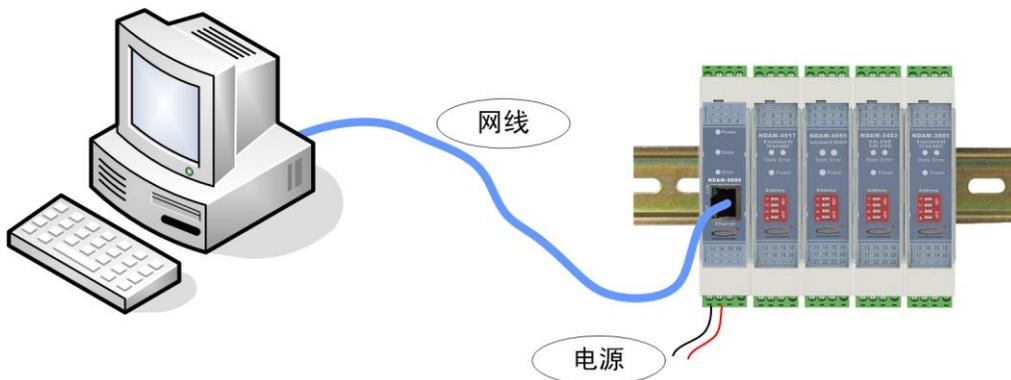

图 3.1 NDAM-4055 测试接线示意图
- ① 将 PC 机、NDAM-9000 和 NDAM-3800 模块按照如图 3.1 所示进行连接；